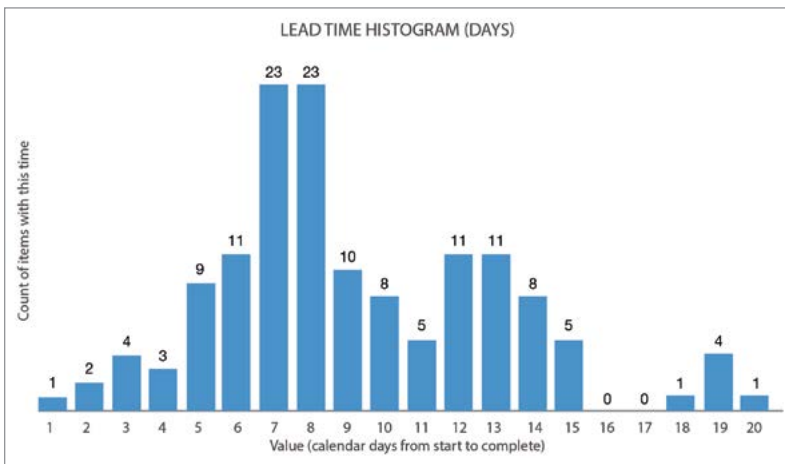

Figure 14 Histogramme de distribution de la durée de traitement
- **Des histogrammes de distributions** des durées de traitement et des taux de livraisons (voir exemples de la figure 14)
Statistiquement, une bonne distribution des données est nécessaire pour obtenir une bonne prévision probabiliste. La figure 14 montre un exemple d'histogramme de distribution de la durée de traitement. Se reposer sur une seule métrique (tel qu'une moyenne) pour faire une prévision ou prendre une décision est problématique, en effet, cela ne permet pas de montrer ni les tendances que pourraient